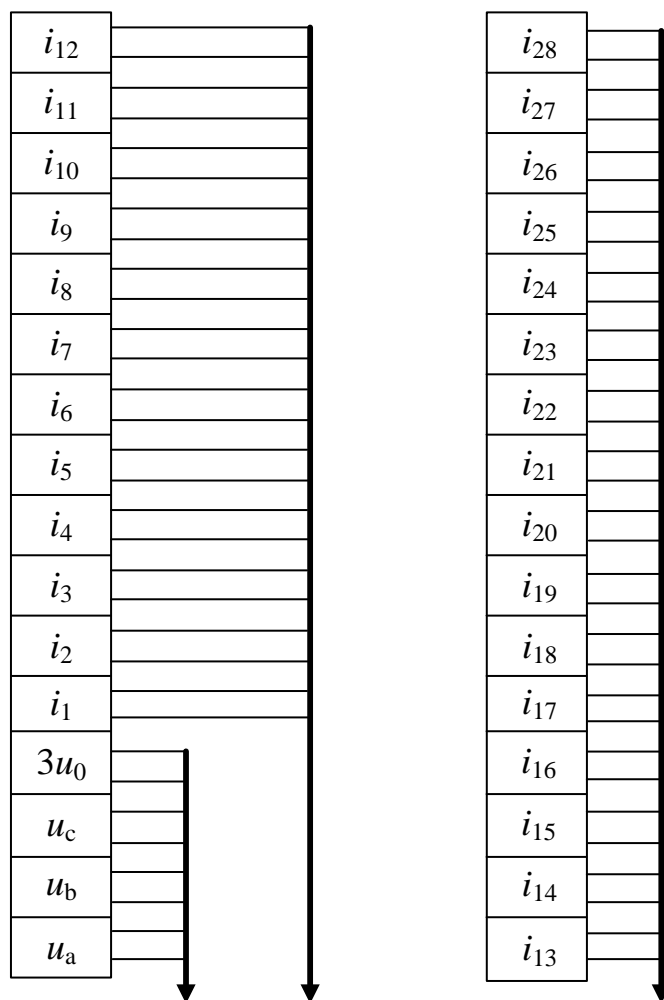

Рис. 18. Під'єднання зовнішніх аналогових кіл до клемника Пристрою
8.3. Виконати під'єднання Пристрою до трансформаторів струму нульової послідовності приєднань та трансформатора напруги. Під'єднання необхідно виконати за допомогою клемників, розміщених в середині Пристрою. Клемники розташовані на DIN-рейці (див. рис. 18). Під'єднання виконати мідним кабелем перерізом не менше $1,5 \text{ мм}^2$. Кабелі від трансформаторів струму та трансформатора напруги підвести в середину Пристрою через кабельний ввід.